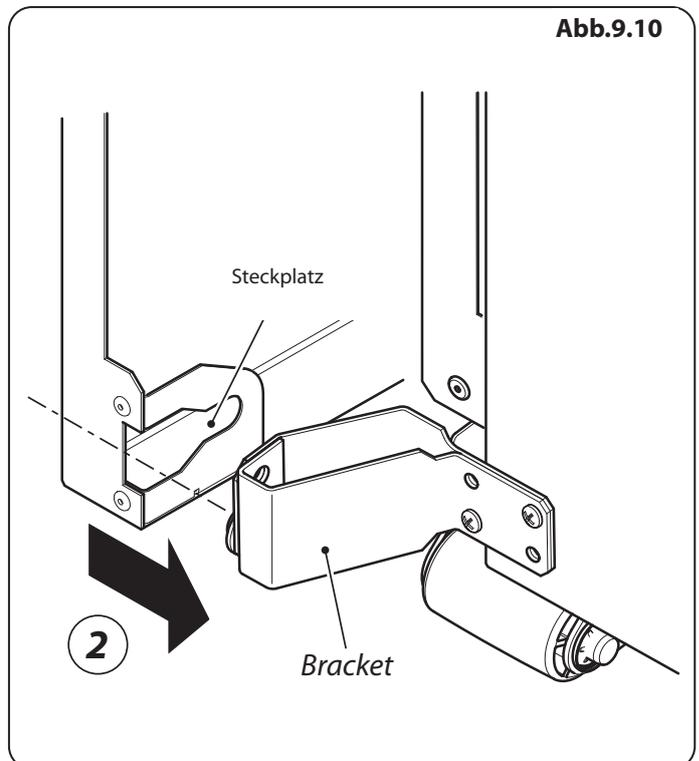

Abb.9.10
3. Schieben Sie die Seitenwand wieder zurück, sodass sich die Seitenwandhalterung am Boden mit der hinteren Haltescheibe verbindet und die geschlitzte Zunge (oben, hinten) sich mit der Schraube in der Abzugshaube verbindet (**Abb.9.10**).